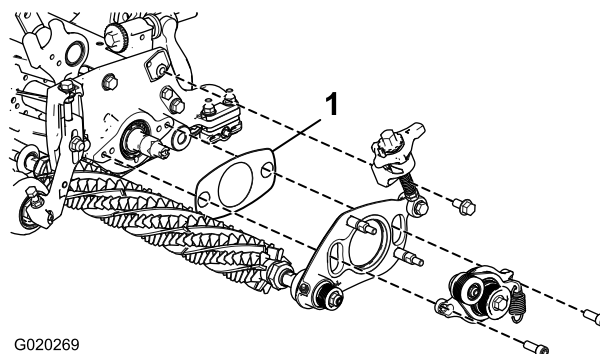

Figure 29
6. Vérifiez que la cale (Figure 29) entre la plaque de pivot du côté entraînement de groomer et la plaque latérale du plateau de coupe n'est pas coincée par le moyeu de pivot. La cale doit pouvoir bouger librement.